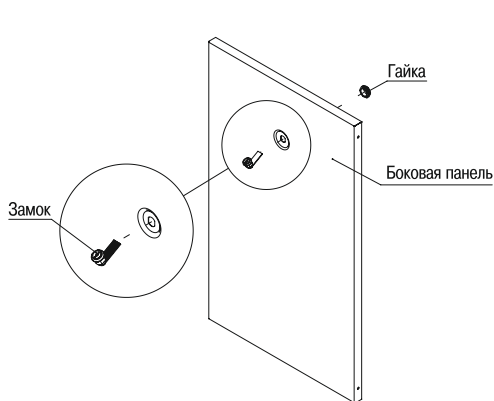

Рисунок 6 – Установка замка в боковую панель
4.3.6.1 Извлеките из третьего места боковые панели. Вставьте в отверстие панели замок, предварительно скрутив с него гайку. Проверьте правильность установки замка. При правильной установке язычок замка в положении «закрыто» параллелен длинной стороне панели. Закрепите замок на двери гайкой (рисунок 6).